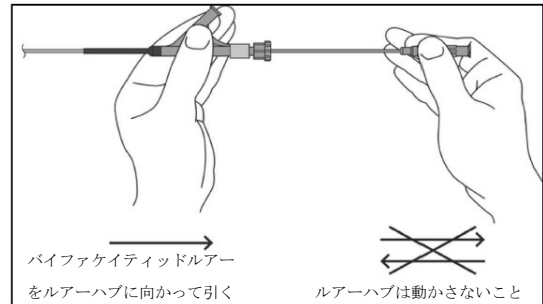

図3
2. ルーアーハブの位置を固定したまま、バイファケイティッドルーアーをルーアーハブの方へ引いてstentの展開を開始する(図3)。